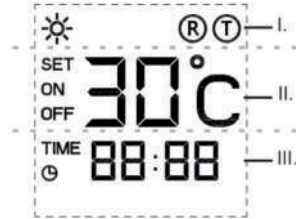

Figura 3
## DESCRIÇÃO DO VISOR DE LED - FIGURA 3
- Para ativar o temporizador, pressione o botão do temporizador (Figura 2, pos. 3) no painel de controle. A indicação do temporizador aparecerá no visor na área da Figura 3, pos. III. Pressione o botão de mais (Figura 2, pos. 5) ou o botão de menos (Figura 2, pos. 4) para definir o tempo de contagem regressiva entre 1 hora e 24 horas. O visor mostra o tempo em ordem decrescente quando o dispositivo será desligado automaticamente.